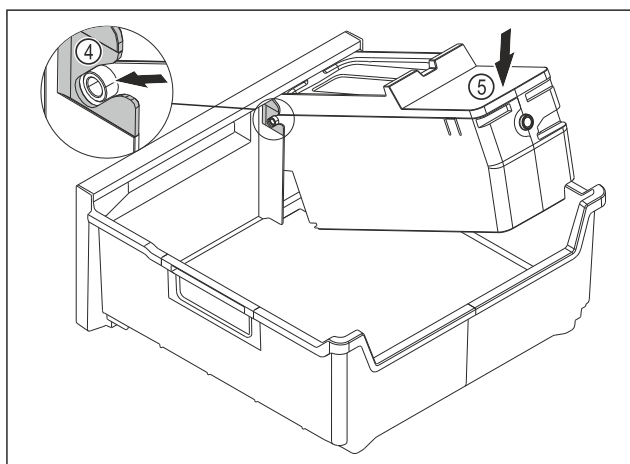

Fig. 108
- Az EasyTwist-Ice egység testének szerelése: Tolja be az EasyTwist-Ice egység testének tengelyeit a vezetőelemekbe Fig. 108 (4).
- Nyomja le az EasyTwist-Ice egység testének Fig. 108 (5) hátsó részét.